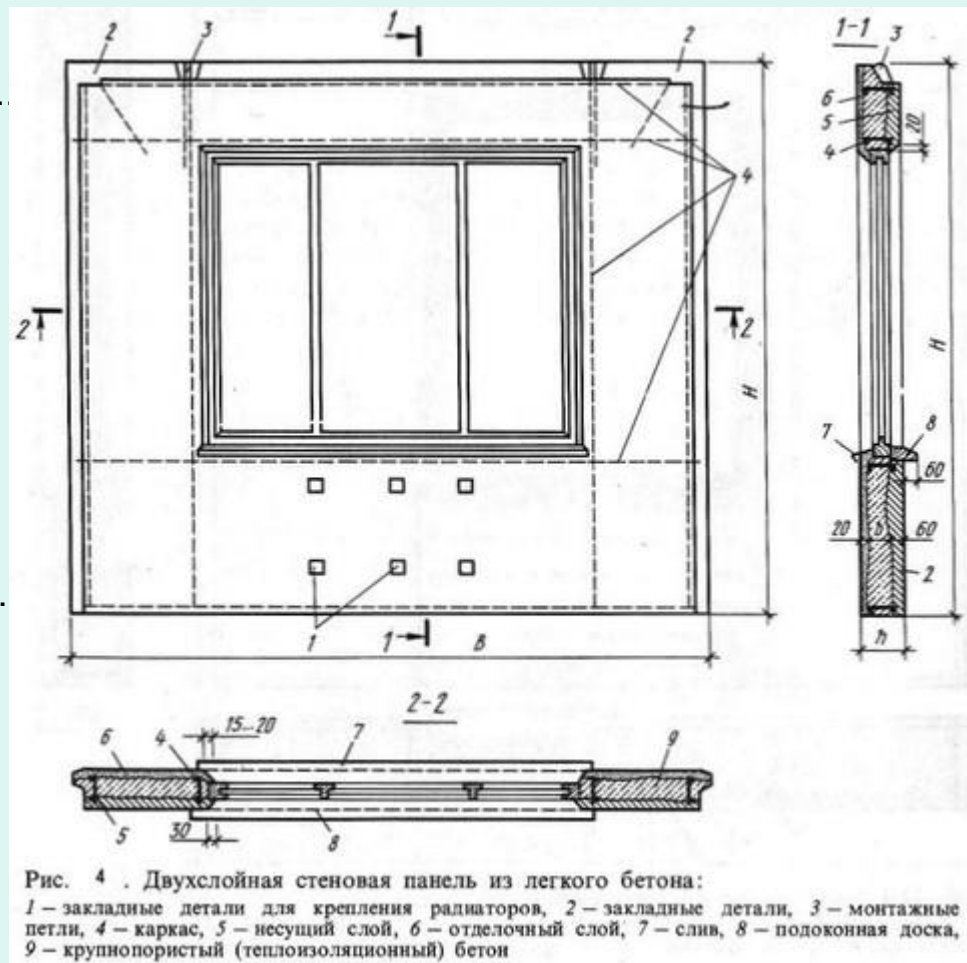

Рис. 4 . Двухслойная стеновая панель из легкого бетона:
Теплоизоляционный слой снаружи защищают слоем декоративного бетона или раствора марки 50...70 толщиной 15...20 мм. Если применяют утеплитель в виде полужестких термоизоляционных плит или укладываемых способом заливки, то несущий железобетонный слой принимают ребрами по контуру или часторезистым. На Рис. 4 показана конструкция двухслойной панели наружной стены из легкого бетона.
- В крупнопанельных домах с поперечными несущими стенами (рис. 4) все основные элементы несущие: поперечные стены-перегородки, внутренняя продольная и наружные стены. Панели перекрытий в этих домах имеют опоры со всех четырех сторон. При этом наружные стеновые панели 1, которые мало отличаются от наружных панелей в домах с продольными несущими стенами, считают также несущими. Перегородочные панели и панели для внутренней продольной стены в таких домах изготавливают из тяжелого бетона. Толщина панелей 140...180 мм. Вместо бетонных применяют также виброкирпичные панели. Панели перекрытий 5 делают толщиной 120...160 мм, размером на комнату. Изготавливают их сплошными из тяжелого бетона.